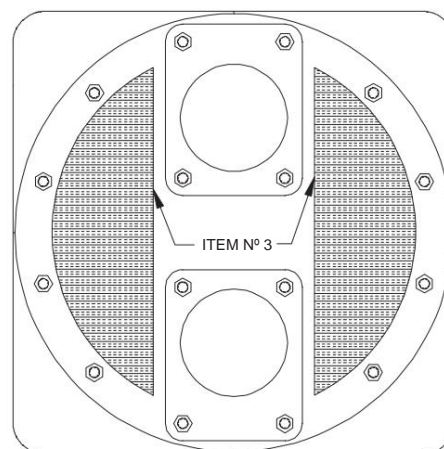

Fig. 14 - Espaçadores de cabeça
1. Aplique duas peças espaçadoras (Item 3) na face do cabeçote, conforme a Fig. 14.